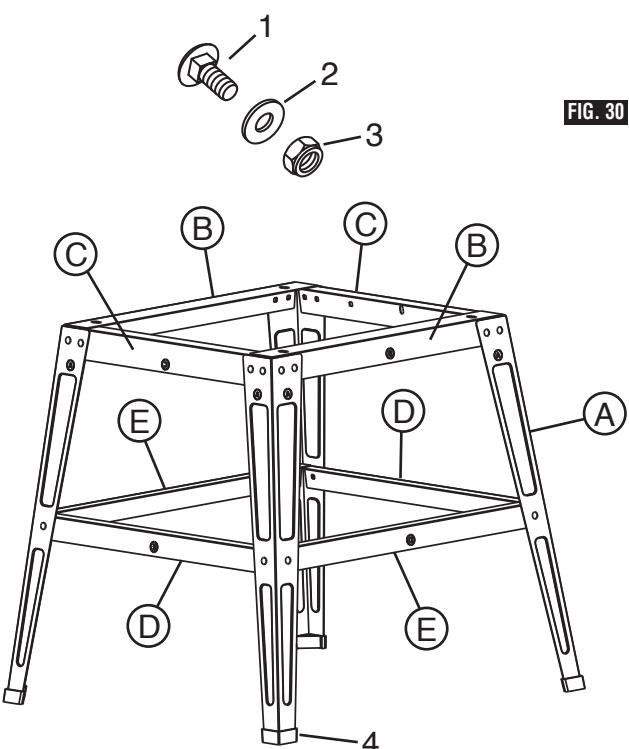

FIG. 30
**NOTE:** Use the screws **1**, washers **2**, and lock nuts **3** supplied in the hardware kit to attach the pieces of the leg stand together (Fig. 30). Do not tighten the hardware completely until the leg stand is completely assembled.
**REMARQUE :** utilisez les vis 1, les rondelles 2 et les contre-écrous 3 qui sont fournis dans la quincaillerie de montage pour assembler les composants du support (Fig. 30). Ne serrez pas complètement les vis avant que le support à quatre pieds ne soit complètement assemblé.
**NOTA:** Utilice los tornillos 1, las arandelas 2 y las tuercas de fijación 3 que se suministran en el juego de herrajes para sujetar juntas las piezas de la base de soporte con patas (Fig. 30). No apriete completamente los herrajes hasta que la base de soporte con patas esté completamente ensamblada.